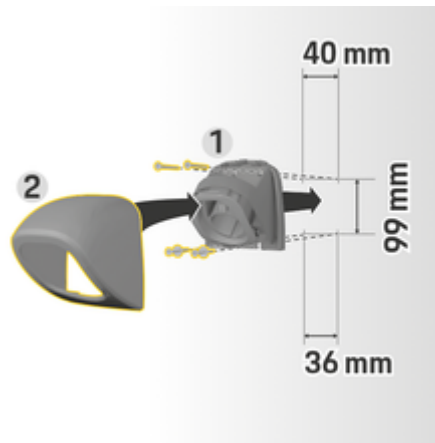

Fig. 46: Cotes de perçage
1. Retirez le support de connecteur **1** (Fig. 46) du cache **2** (Fig. 46).
4. Vissez le support du connecteur **1** (Fig. 46) au mur.
5. Mettez en place le cache **2** (Fig. 46) sur le support du connecteur **1** (Fig. 46) par le bas et enfoncez-le vers le haut.